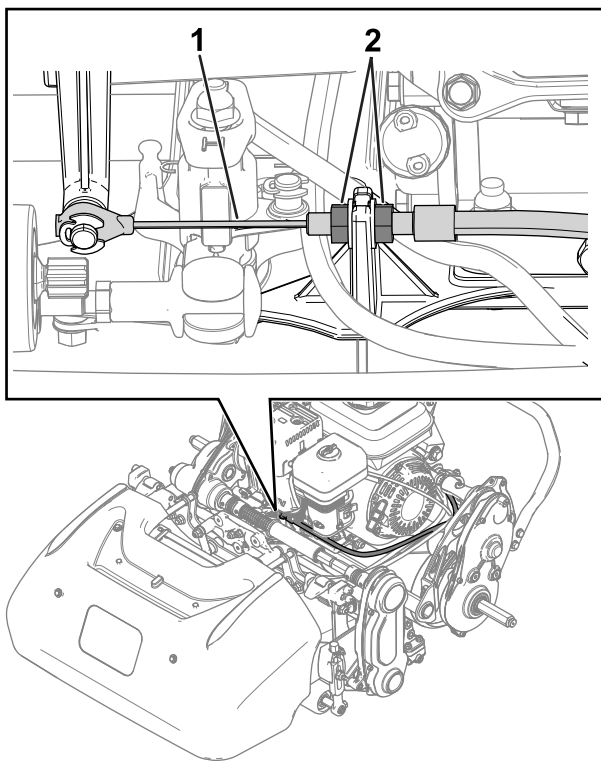
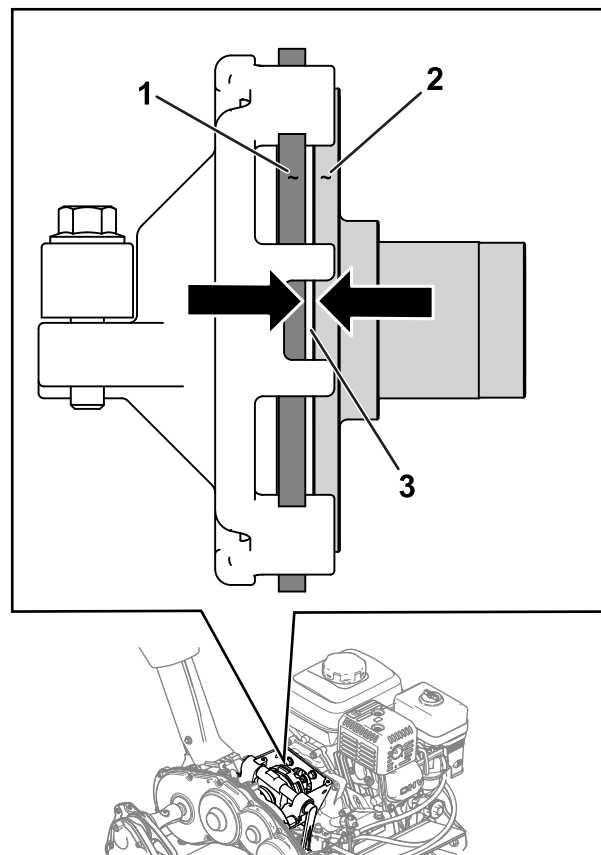

Bild 32
Bild 33
2. Lösen Sie die Sicherungsmuttern und stellen Sie den Antriebsbowdenzug so ein, dass ein Spalt von 1.1 mm zwischen der Reibscheibe und der Druckplatte (Bild 32 und Bild 33) verbleibt.